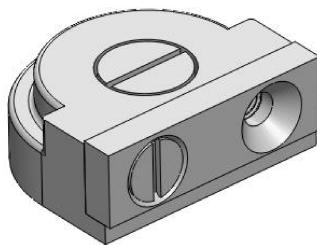

图 7-47 开槽沉头螺钉配合
- 10 同理，对开槽沉头螺钉与活动钳口使用【同轴心】配合和【重合】配合，结果如图 7-47 所示。